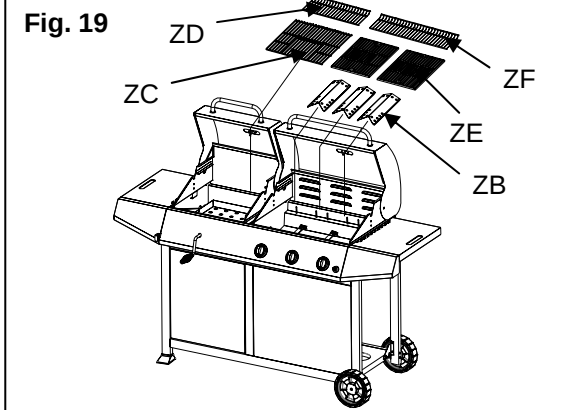

Fig. 20
1. Coloque, desde la parte trasera del carro, el anillo de base para el tanque de 20 libras (9 kg) en el orificio del panel inferior (J). Asegúrese de que la válvula del tanque se encuentre en la posición de apagado (OFF). Utilice el pestillo del tanque para asegurarse de que este haya quedado en una posición fija y que la válvula del tanque mire hacia el lateral del carro.
5. Al conectar el ensamble del regulador y de la manguera a la válvula del tanque, ajuste con la mano la tuerca de acoplamiento rápido en sentido de las agujas del reloj hasta que haga tope completamente (Fig. 20). No use una llave para ajustarla porque podría dañarse la tuerca de acoplamiento rápido y esto podría generar una situación peligrosa.